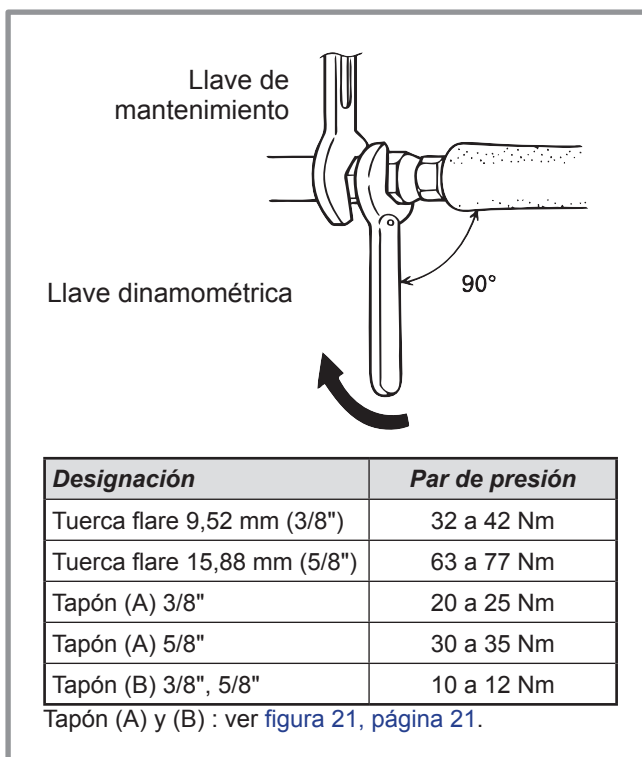

figura 18 - Par de presión
- Retirar los tapones de acceso (A) a los mandos de válvulas.
- Volver a montar los 2 tapones originales (asegurándose de que estén limpios) y apretarlos con el par de ajuste aconsejado figura 18, página 18. La estanqueidad en los tapones está realizada únicamente metal sobre metal.